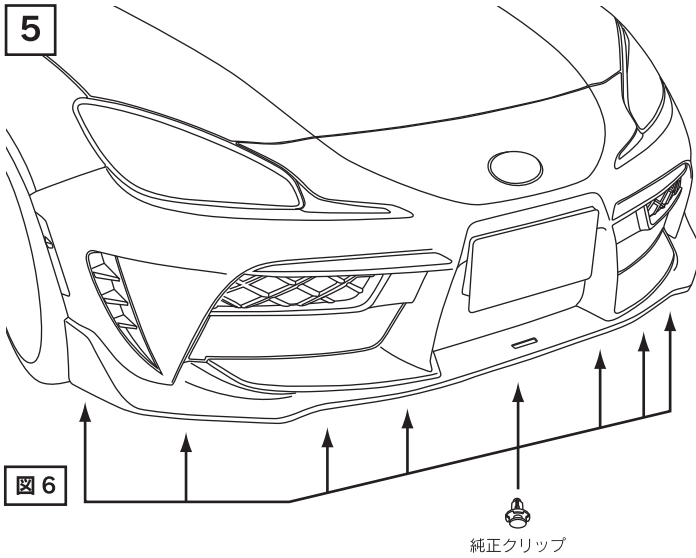

図6
(1) ①バンパー本体下側の 9 か所の穴に純正クリップを装着しアンダーカバーを固定します。(図6)